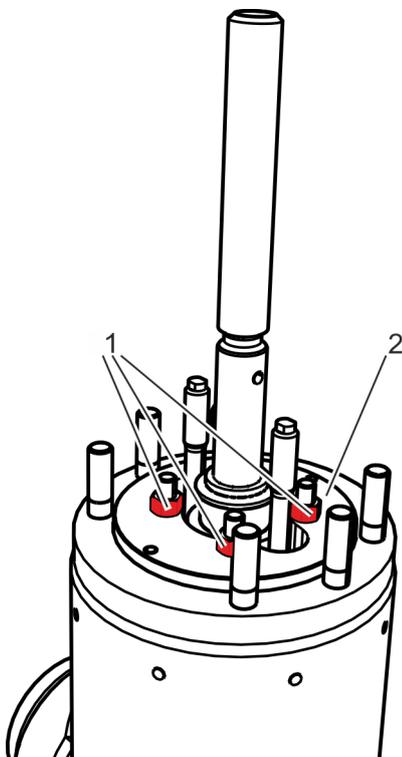

Fig. 33: Vissage des écrous du couvercle de serrage
- 20.** ➤ S'il est présent, poser le couvercle de serrage (Fig. 33/2) par le haut.
Visser le couvercle de serrage (Fig. 33/2) en croix avec les écrous (Fig. 33/1) sur les goujons filetés.